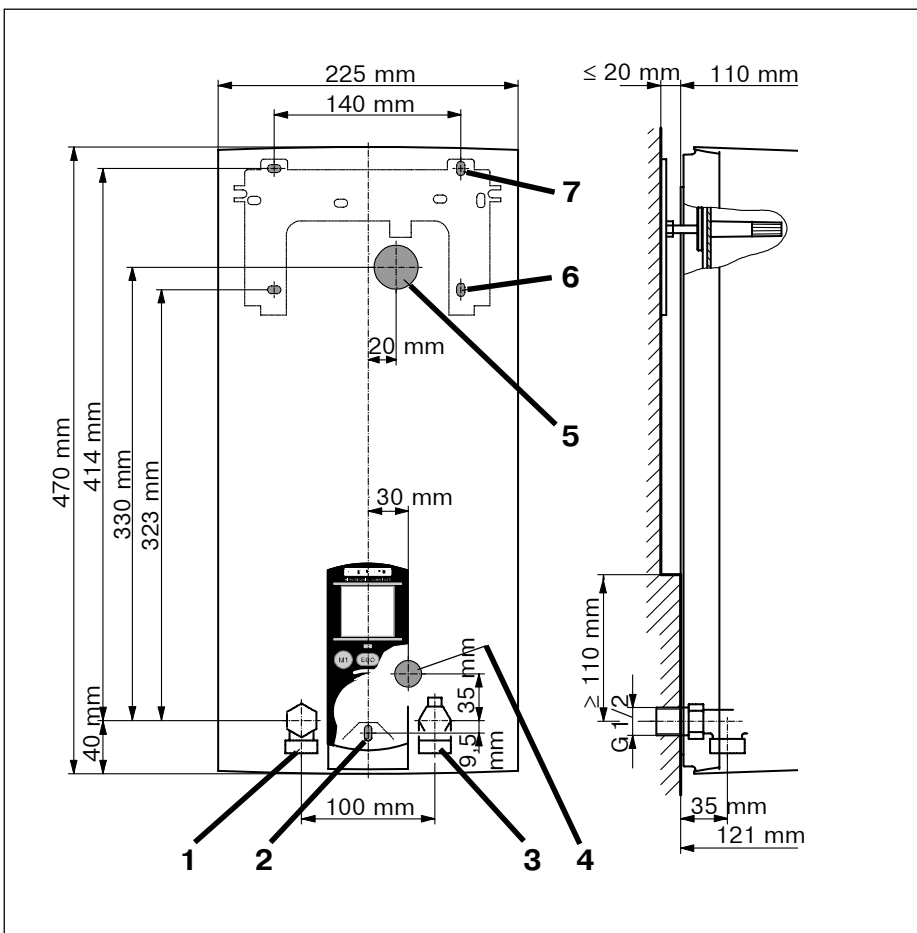
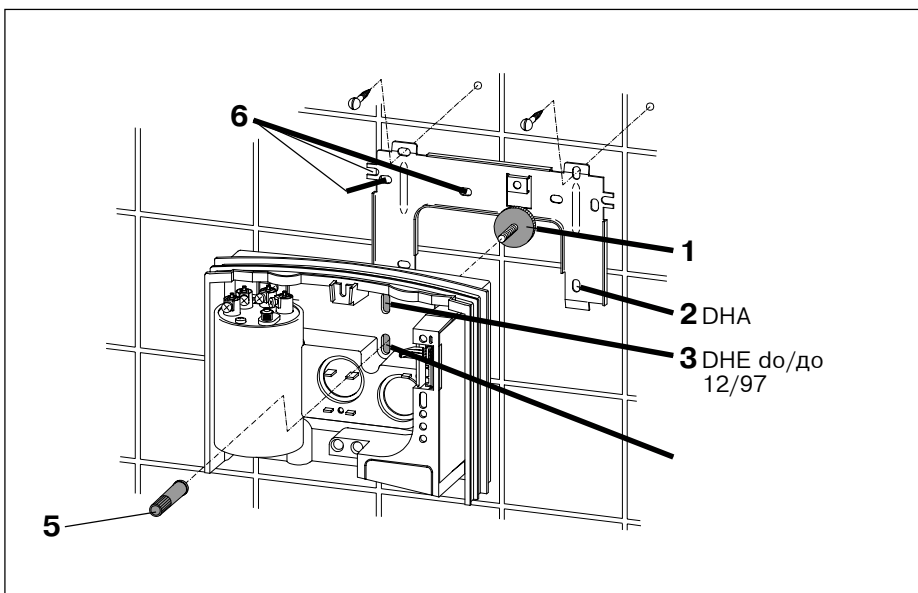

Рис. 10
Рис. 13
- Прибор монтируется вплотную к стене (обратить внимание на размеры, приведенные на рис. 10 и 110 мм). Укрепить прибор снизу (рис. 10, позиция 2).
### Пояснения к рис. 10
- Заднюю стенку прибора укрепить на монтажной планке в соответствии с рис. 13.
- Укрепить новую монтажную планку в соответствии с рис. 13.
- Укрепить прибор на монтажной планке с помощью винтовой гильзы (поз. **5**) в соответствии с рис. 13. С помощью гайки с накаткой (поз. **1**) можно сгладить неровности стены, например, неровности плитки до 20 мм (см. рис. 10).
## Пояснения к рис. 13